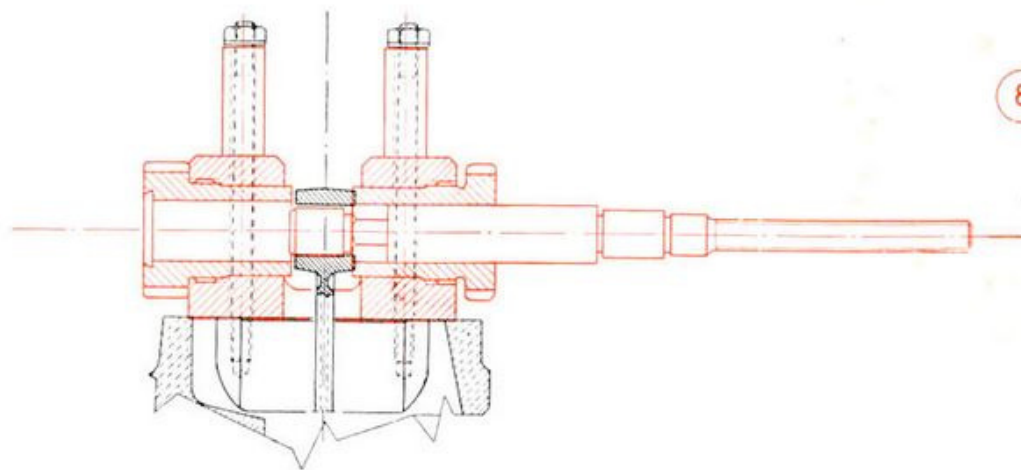

Fig. 40
Per il rimontaggio della bronzina con $\varnothing 16$, è necessario lasciare l'attrezzo bloccato nella posizione ottenuta nello smontaggio; per il rimontaggio della bronzina con $\varnothing 14$, centrare l'attrezzo con il perno (1) inserito nell'occhio di biella come visibile nella fig. 40.
- Montare la bronzina sul perno (1), orientando il taglio ed i fori in maniera che, ad operazione ultimata, coincidano con quelli della biella.
- Montare il perno (1) nel corpo (4) ed avvitare il dado (2) sino alla introduzione completa della bronzina.